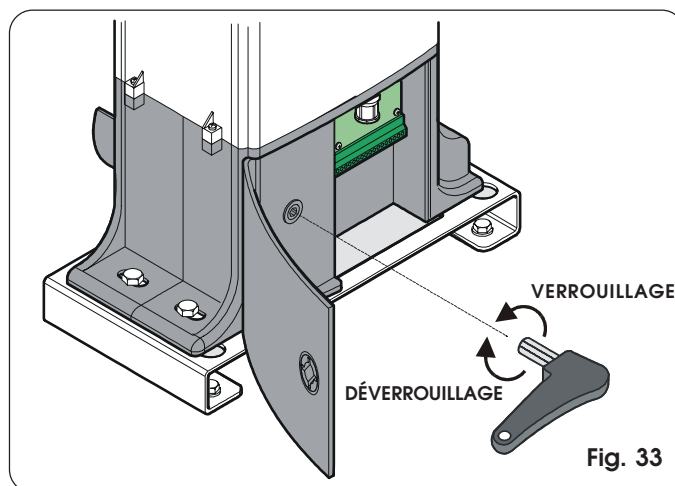

Fig. 33
- Extraire la clé fournie logée à l'intérieur du capot; l'introduire dans le système de déverrouillage spécifique et la tourner dans le sens des aiguilles d'une montre jusqu'à la butée mécanique (fig. 33).
- Tourner la clé de déverrouillage dans le sens inverse des aiguilles d'une montre jusqu'à la butée mécanique (Fig. 33).